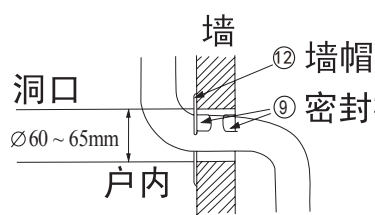
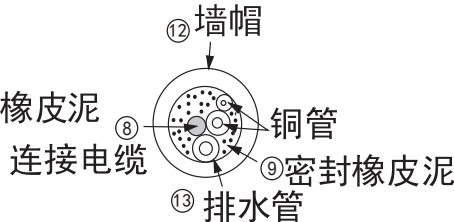

图32
图33
- 2 用附件 ⑫ 墙帽及附件 ⑨ 密封橡皮泥来整理墙上的洞，如图32、图33。